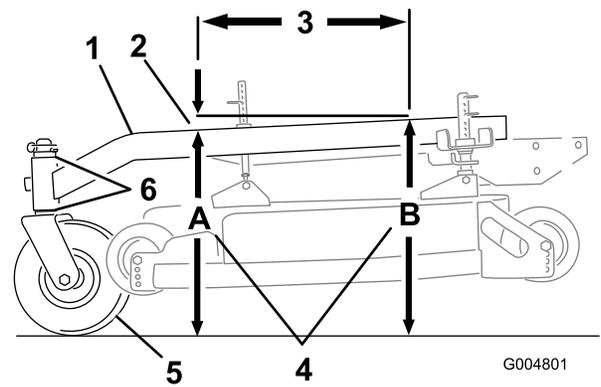

Figure 62
L'inclinaison avant/arrière du bâti porteur doit être comprise entre 3 mm (1/4 pouce) et 9 mm (3/8 pouce) sur 61 cm (24 pouces) de sa longueur (Figure 62).
1. Mesurez 61 cm (24 pouces) sur le bâti porteur (Figure 62).
2. Mesurez la hauteur du bâti porteur au point **A** (Figure 62).
3. Mesurez la hauteur du bâti porteur au point **B** (Figure 62).
4. La hauteur au point **A** doit être inférieure de 6 à 10 mm (1/4 à 3/8 pouce) par rapport au point **B** (Figure 62).
5. Si ce n'est pas le cas, déplacez les entretoises des roues pivotantes de manière à obtenir l'inclinaison voulue de 6 à 10 mm (1/4 à 3/8 pouce) (Figure 62). Déplacez les entretoises en haut ou en bas pour corriger l'inclinaison.